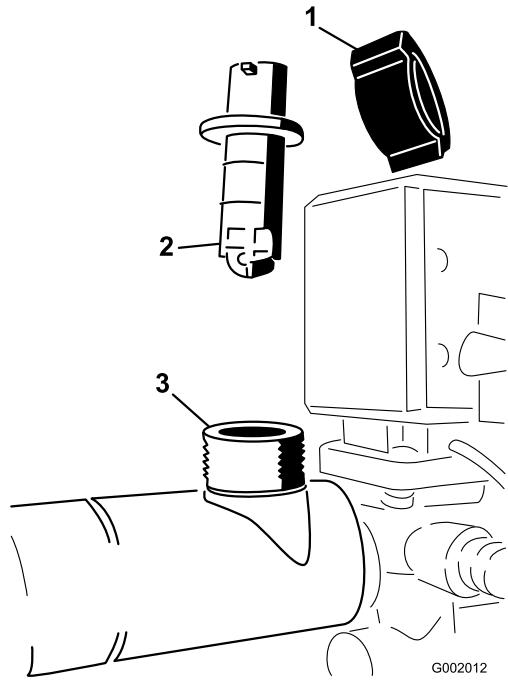

図 70
2. フローメータのボディーについているリテナ・キャップを取り（図 70）。